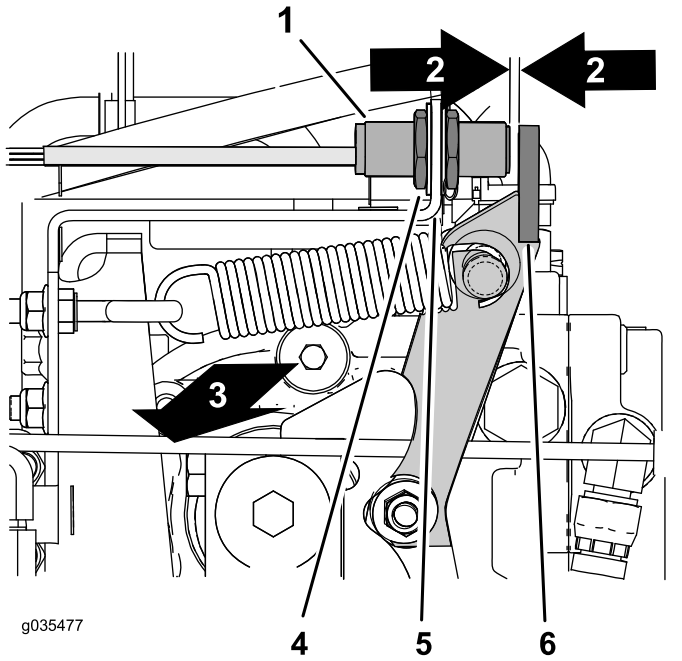

Figura 66
- A. Individuate il sensore di prossimità sulla pompa idraulica del lato superiore destro (Figura 66).
- B. Verificate che la staffa del sensore di prossimità non sia piegata e che la spia sul retro del sensore sia illuminata (Figura 66).
1. Individuate il sensore di prossimità sulla pompa idraulica del lato superiore destro (Figura 66).
2. Allentate i controdadi su ciascun lato della staffa del sensore (Figura 66).
3. Regolate i controdadi fino a quando non è presente un gioco di 2,5-3,6 mm tra l'estremità del sensore di prossimità e la flangia del braccio in folle (Figura 66).
4. Serrate i controdadi (Figura 66).